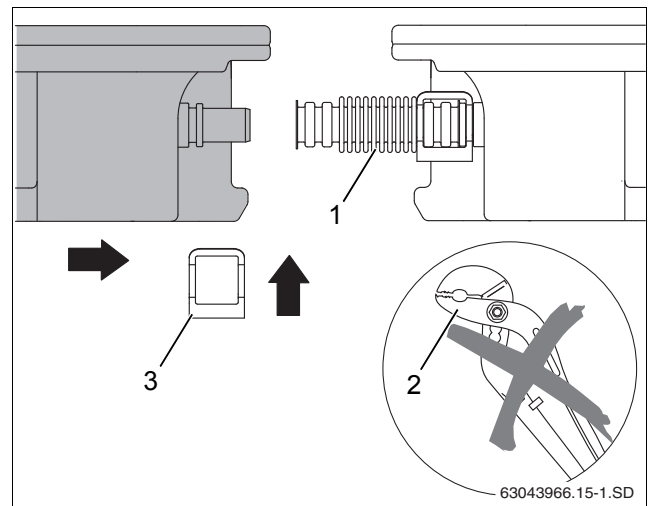

Рис. 26 Придвинуть второй коллектор к первому
- ▶ Не применяйте никаких инструментов, такие как плоскогубцы и др. (рис. 26, [2]). Они могут повредить гофрированную трубу.
- ▶ Второй коллектор придвиньте к первому так, чтобы его штуцеры попали в уже установленные гофрированные трубы (рис. 26, [1]) первого коллектора.
- ▶ Установите зажимы (рис. 26, [3]) на гофрированные трубы на штуцерах второго коллектора.